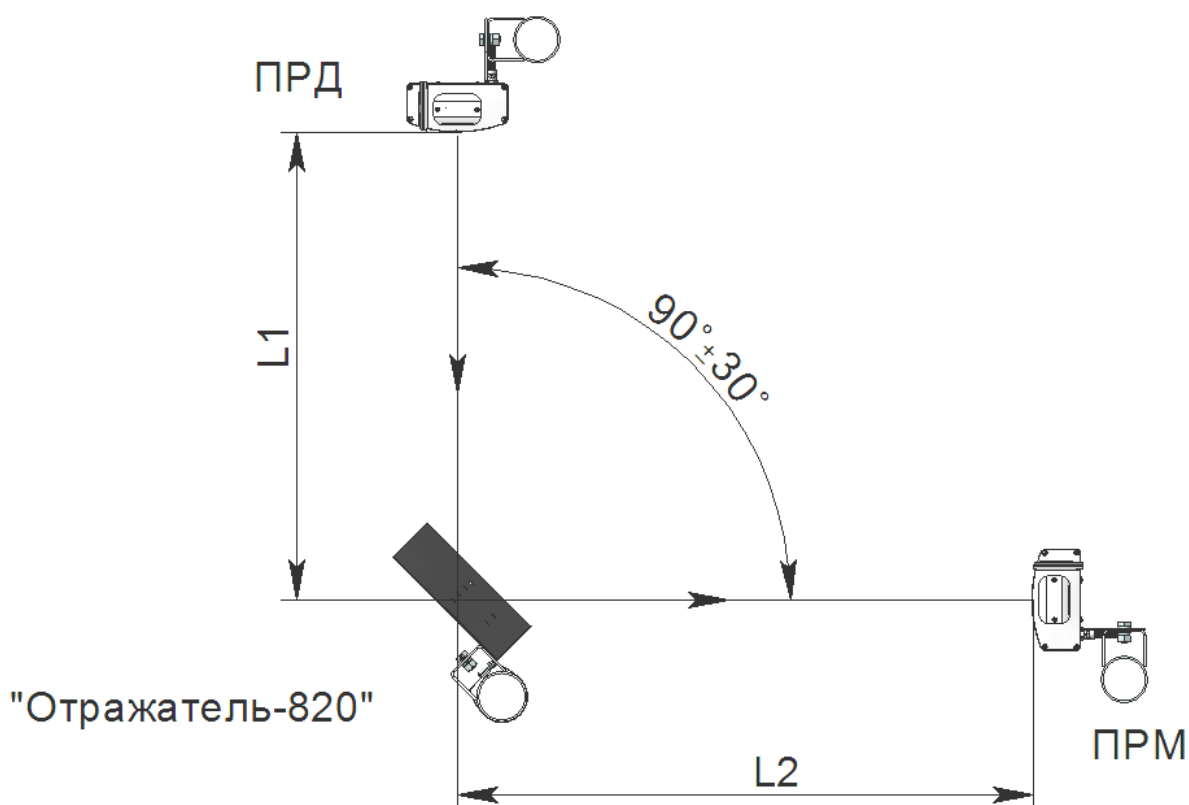

Рисунок 3.1
3.2 При работе с «Отражателем-820» суммарная длина зоны обнаружения $L1+L2$ (где $L1$ – расстояние между передатчиком и отражателем, $L2$ – расстояние между отражателем и ПРМ, см. рисунок 3.1) не должна превышать 70 м.